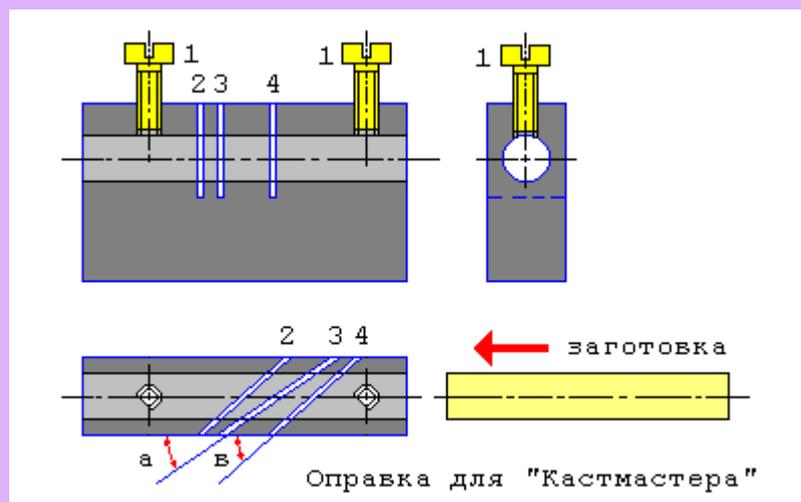
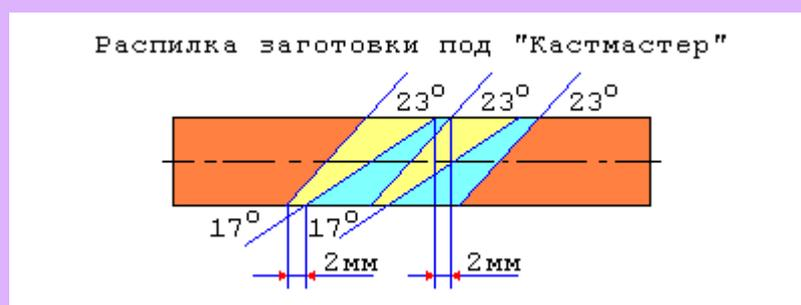

Рис.1
Рис.2
Приспособление представляет из себя металлический держатель (рис.1) вдоль которого просверлено отверстие для размещения заготовки. С двух сторон заготовка фиксируется в приспособлении при помощи двух винтов (1). В приспособлении сделаны три пропила (2,3,4) шириной 2 мм, которые служат направляющими для ножовочного полотна. Крайние пропилы (2, 4) имеют одинаковый угол наклона (в) к оси центрального отверстия, составляющий 23 градуса. Средний пропил (3) имеет угол наклона (а) в 17 градусов. Расстояние между пропилами выбирается исходя из толщины оправки и диаметра заготовки таким образом, чтобы после разрезания заготовки получились сегменты, как на рис.2. В процессе работы приспособление зажимается в обыкновенные тиски. Если позволяет возможность - металлический держатель лучше всего изготовить из стали 45 (чтобы была возможность закалить после изготовления). Если надобности в долговечности приспособления нет, то можно приспособление сделать и из других материалов - например, из текстолита.